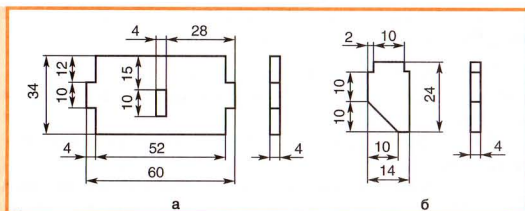
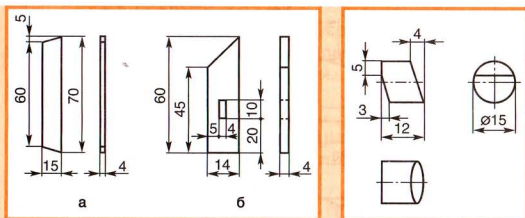

Рис. 123. Горизонтальная деталь (а) и вертикальная стойка (б) обтекателя
Рис. 124. Бампер (а) и вертикальная деталь обтекателя (б)
Детали обтекателя и передний бампер (рис. 123, 124) можно выпилить из трехслойной фанеры толщиной 4 мм.
11. Разметить на листе фанеры толщиной 4 мм контуры бампера (см. рис. 124, а), двух вертикальных (см. рис. 124, б) и одной горизонтальной (см. рис. 123, а) деталей обтекателя и вертикальной стойки обтекателя (см. рис. 123, б).